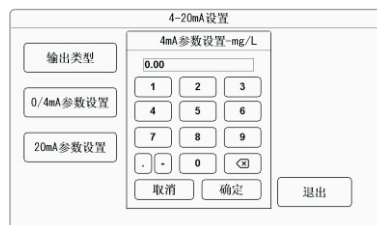

图2-53
- ◆ 0-4mA参数设置：点击0-4mA参数设置弹出如图2-53所示界面，可修改参数值，选定后按【确定】键确认。